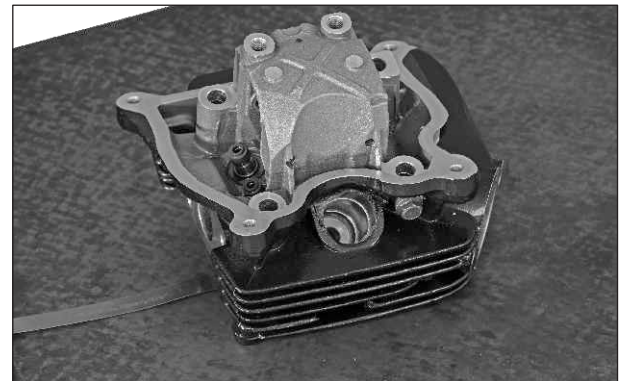

Fig. 3.60
- Revise la superficie de la culata donde hace contacto con el cilindro en busca de alguna deformación. Para medir la deformación, sostenga la culata sobre una superficie plana e inserte una galga entre el disco y la superficie plana en 3 o 4 lugares alrededor de la culata, empiece con las galgas de menor espesor y vaya aumentando. (Fig. 3.60)